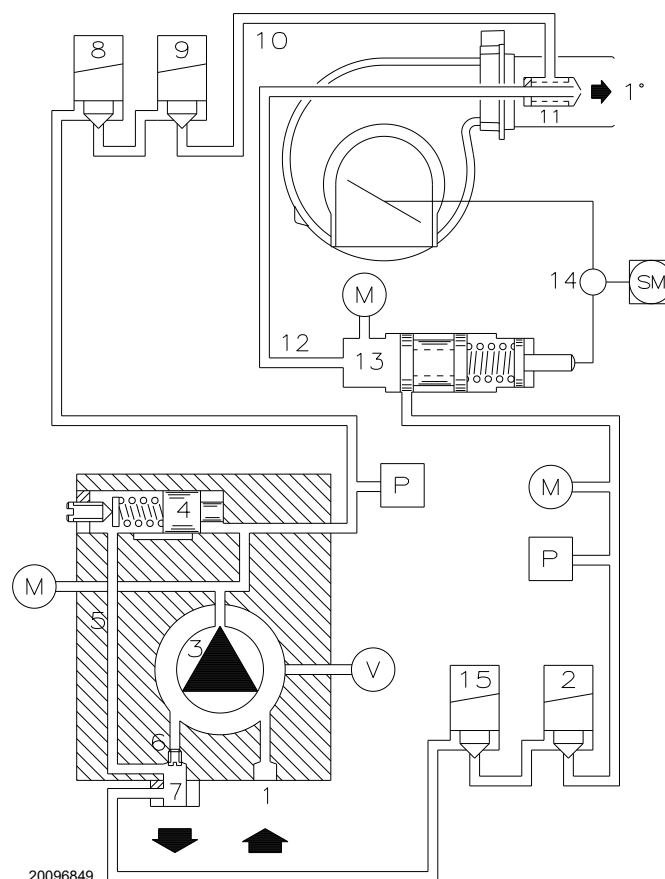

Fig. 30
Acestea sunt instalate pe arzător cu by-pass-ul închis cu ajutorul șurubului 6)(Fig. 30).
- Pompa 3)(Fig. 30) trage combustibilul din rezervor prin conducta 1) și îl împinge sub presiune în conductă.
Legendă (Fig. 30)